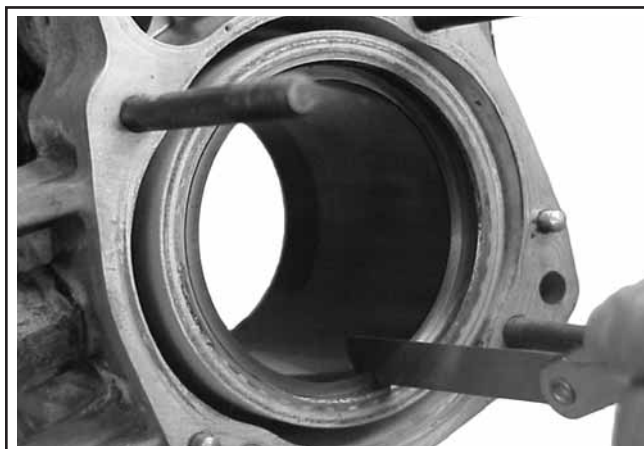

Figura 10-6. Medir a Folga Terminal do Anel do Êmbolo.
3. Antes de instalar os anéis no êmbolo, coloque os dois anéis superiores, um de cada vez, na sua área de funcionamento e verifique a folga terminal utilizando um apalpa-folgas (consulte a Figura 10-6). Compare os resultados com as especificações abaixo: